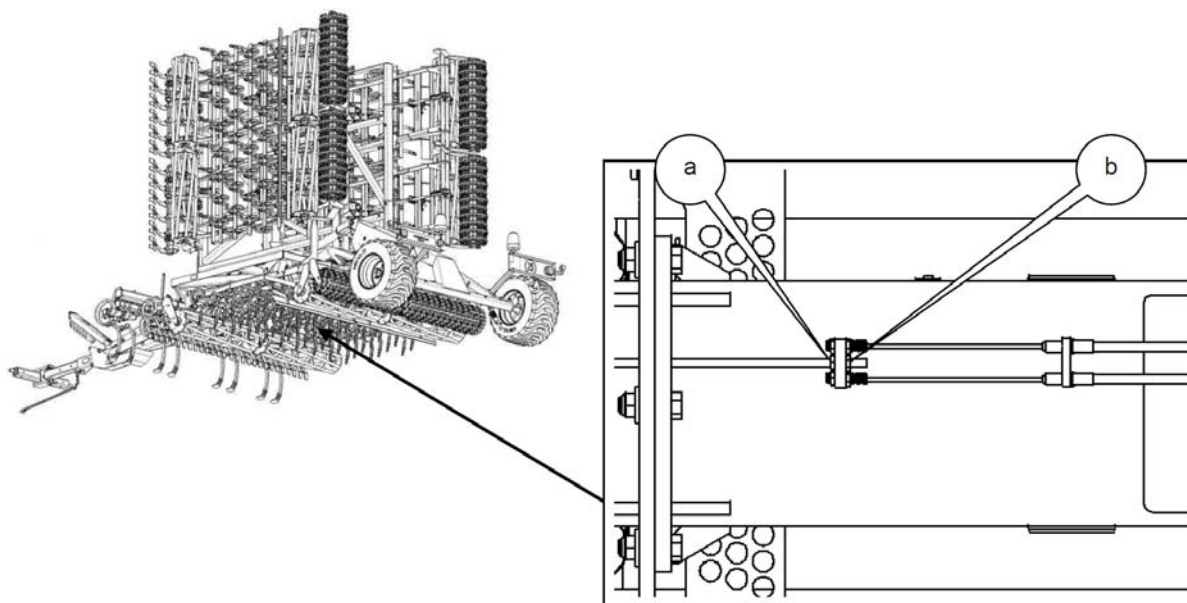

Fig. 23 Justering af nød- og parkeringsbremsen
- Justering foretages ved at forøge/reducere spændingen for Bowdenkablerne. For at gøre det skal man (Fig. 23):